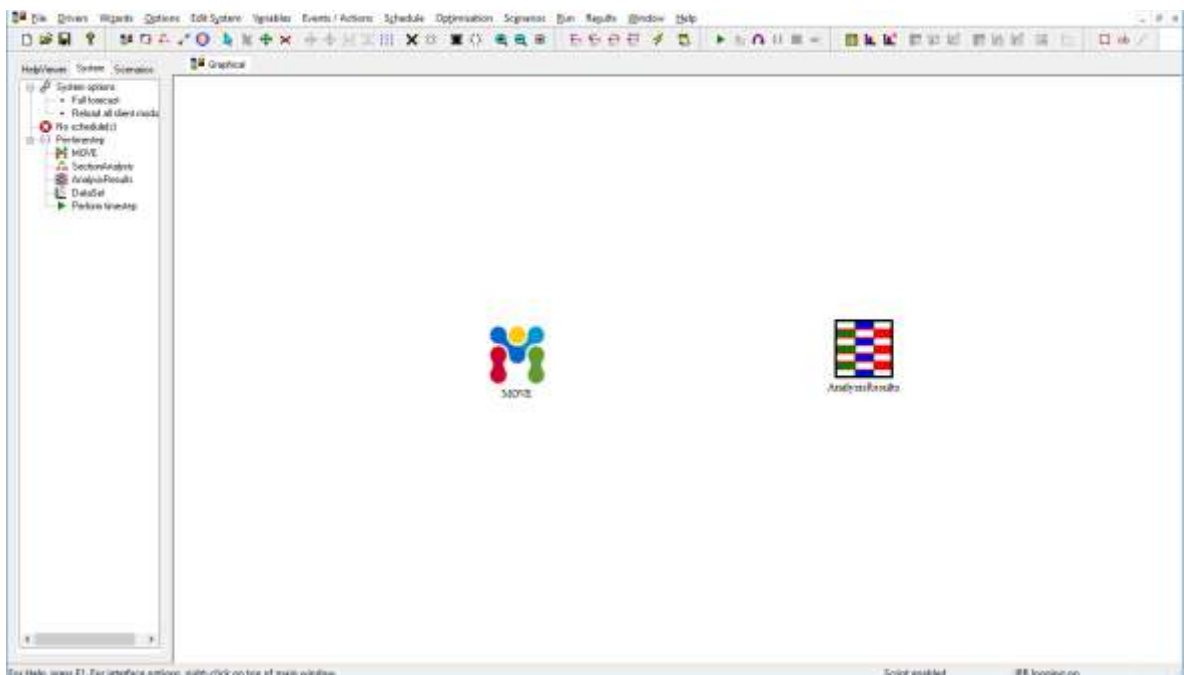

Рисунок 21: Вікно RESOLVE зі створеними екземплярами *MOVE* та *AnalysisResults*.
24. Назвіть примірник FlexDataStore *AnalysisResults* і натисніть ОК. екземпляр FlexDataStore під назвою *AnalysisResults* тепер з'явиться у вікні RESOLVE (Рис. 21).